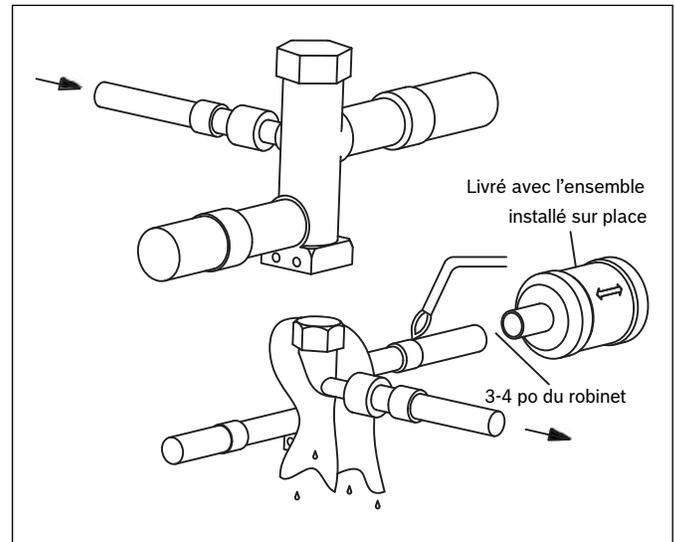

Figure 17
4. Placez un chiffon humide autour du corps du robinet pour éviter qu'il soit endommagé par la chaleur et continuez la purge à l'azote (fig. 17).